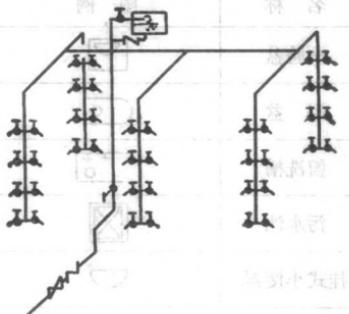
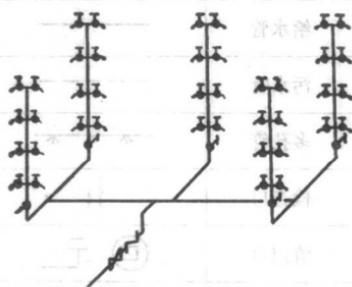

图1-2 上行下给式
图1-3 下行上给式
2. 室内给水管网的形式 室内给水管网按干管的布置部位不同,一般分为上行下给式和下行上给式两种。上行下给式多用于生产流程不允许在地面下敷设管道的建筑或多层楼房给水压力不足的情况,上行下给式的给水干管敷设在房屋顶层(图1-2)。下行上给式一般用于管网水的压力能够满足使用要求的建筑,这种形式的干管敷设在楼房底层地面以下(图1-3)。